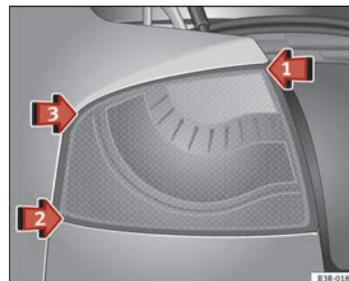
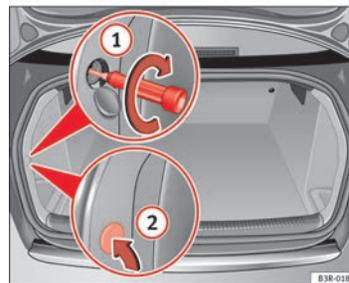

Fig. 216 Montar la unidad de luz trasera
Fig. 217 Maletero: Posición del tornillo de fijación para la unidad de luz trasera
- Coloque la unidad de luz trasera primero en ⇒ fig. 216 flecha ① en el alojamiento.
- Presione ligeramente la unidad de luz trasera, primero por el punto ② y luego por el punto ③ contra el alojamiento, hasta que los clips asienten firmemente en los cojinetes de goma.
- Ejercer una ligera presión sobre la parte superior de la unidad de luz trasera y fjela con un destornillador desde el maletero ⇒ fig. 217 ①.
- Vuelva a colocar en su lugar la cubierta del revestimiento interior ②.